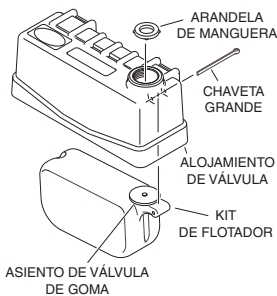

Figura 1
2. Ubique el conjunto de flotador dentro del alojamiento de la válvula y haga pasar la chaveta grande de 2-1/4" por el alojamiento y el conjunto de flotador (ver la figura 1). Abra ligeramente los extremos de la chaveta grande separándolos con los alicates. Si está correctamente instalado, el conjunto de flotador debe girar libremente en la chaveta dentro del alojamiento de la válvula.